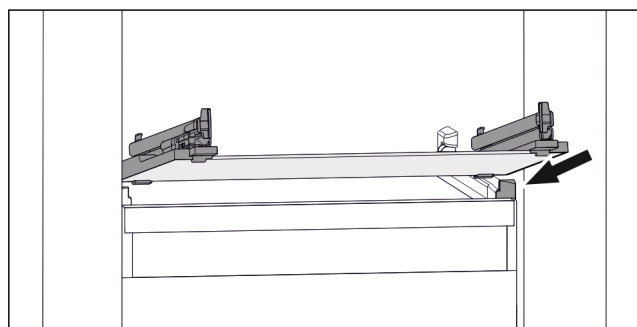

Fig. 89 Příklad znázornění skleněné desky
- ▶ Nasadte skleněnou desku šikmo za zarážky. (viz Fig. 89)